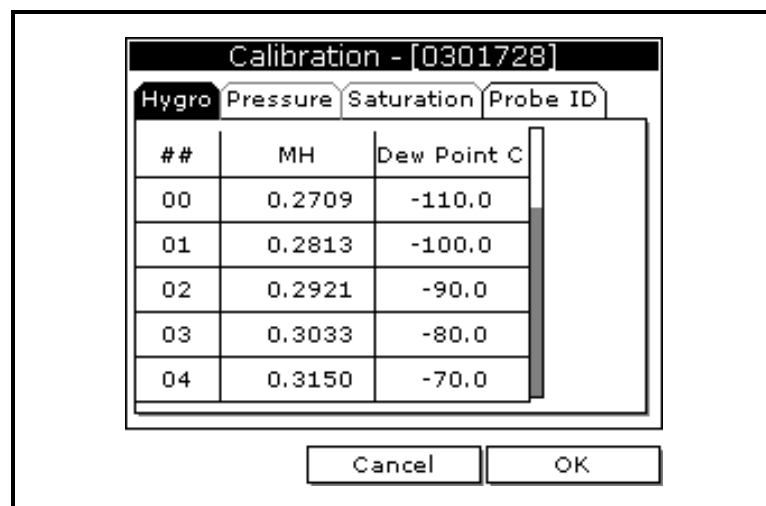

Figura 1-5: La ventana Hygro Measurement
4. Si es necesario, use la tecla de flecha para desplazarse a **Hygro** y pulse [ENTER]. La pantalla se parece a la Figura 1-5 a continuación.